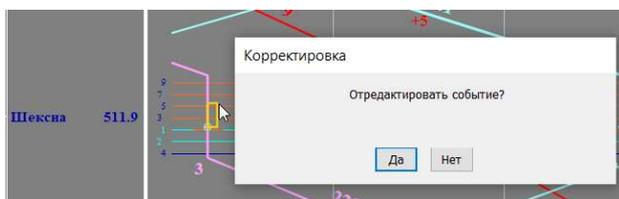
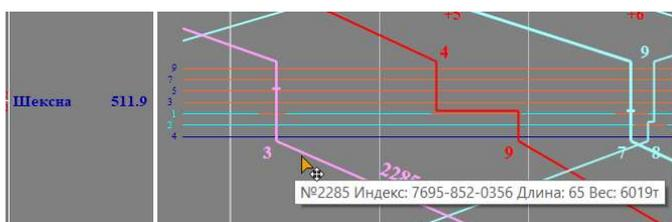

Рис.100. Указатель «мыши» переместился с 1 пути на 2, для изменения пути проследования.
Рис.101. Путь проследования изменен с 1 на 5.
3. Нажать на левую клавишу «мыши» и протянуть её путем вертикального перемещения указателя «мыши» до нужного пути проследования (см. рис. 100). Отпустить указатель «мыши»
4. Подтвердить редактирование события в появившемся окне (см. рис. 100). После этого событие будет изменено (см. рис. 101).